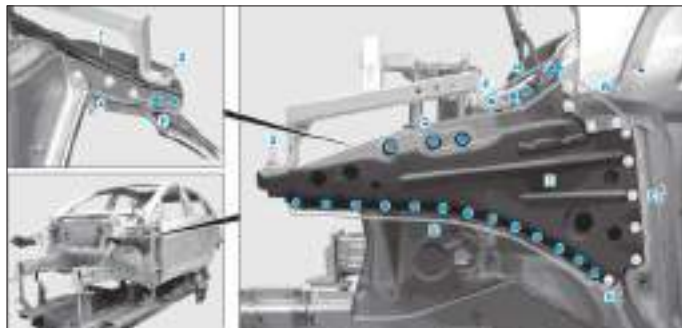

FIG. 6
- Riveter la doublure d'aile (rivet Polygrip à tête plate, tête ronde de Ø 6,4 x 14 mm) dans les zones (A), (B), (C) et (D) (Fig.6).